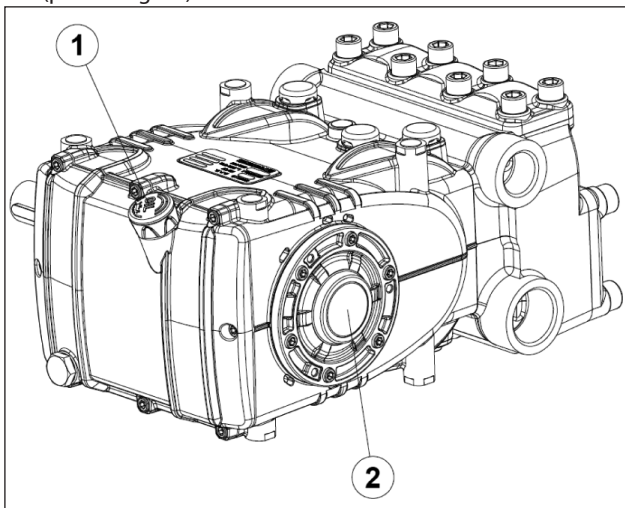

Fig. 14
5. El aceite en el cárter de la bomba se encuentre a nivel verificándolo con la correspondiente varilla (pos. ①, Fig. 14) y de forma excepcional con el testigo de nivel (pos. ② Fig. 14).